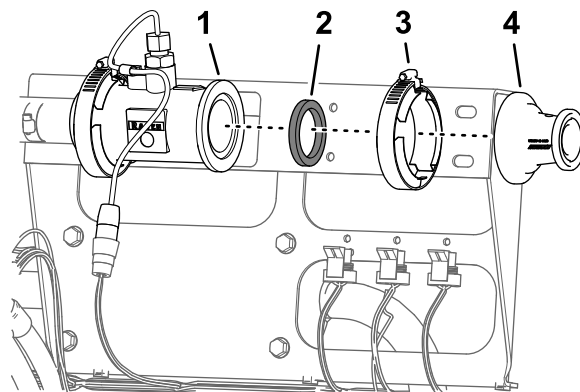

图69
- 6. 拧下将适配器法兰固定至流量计法兰的法兰夹具 51mm 和垫片 38 mm 图69。